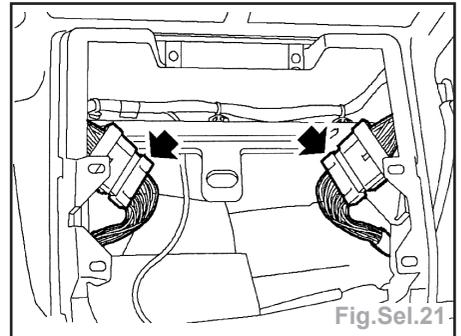

Fig.Sel.21
- Débrancher les 2 fiches (flèches) multibroches entre le faisceau principal et le faisceau du tableau de bord (Fig.Sel.21).